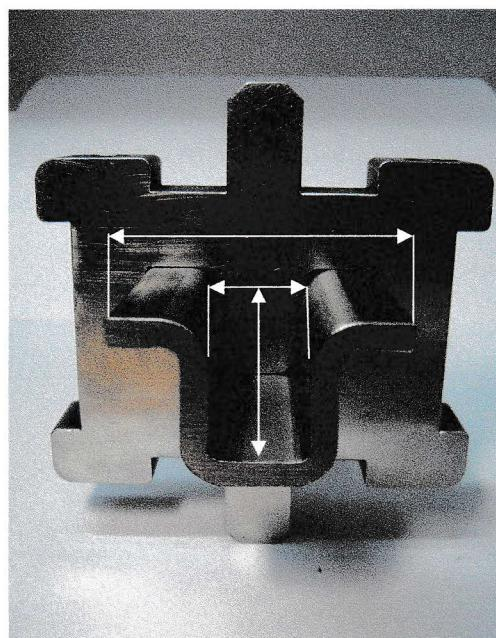

Bild Nr.4 Ermitteln Gesamtgeometrie, einschließlich Profiltiefe u. Innenmaß.
3. **Bild Nr.4:** Gesamtgeometrie einschließlich Profiltiefe u. Innenmaß (GR). Die Lehre muss leicht über das Profil gehen.